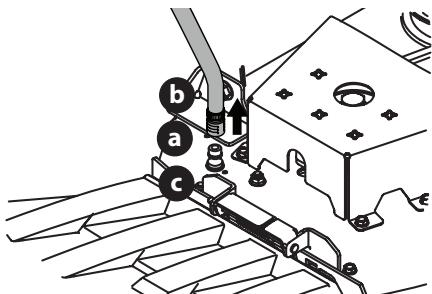

Figura 24
3. Tire del collarín de ajuste (a) del adaptador del pico (b) hacia atrás y empuje el adaptador del pico sobre el pico de lavado de la plataforma (c). Suelte el collarín de ajuste para trabar el adaptador del pico en el pico de lavado de la plataforma (Figura 24).